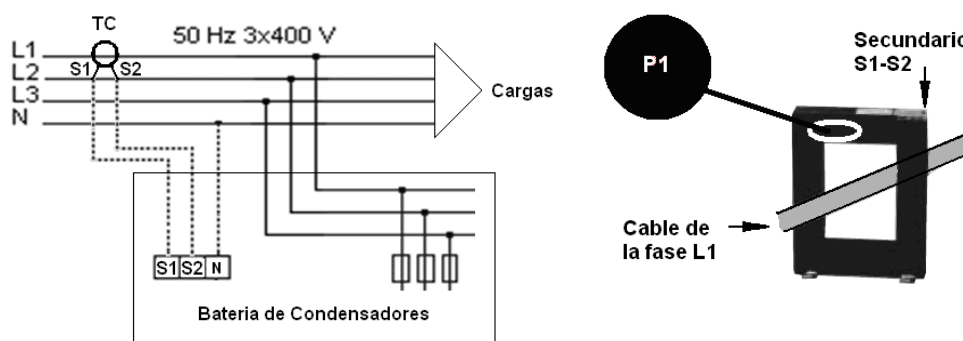

Fig. 5-3 .- Colocação do transformador de corrente (TC) (externo)
5.3.5 Ligação do transformador de corrente (TC)
<p>É necessário colocar um transformador de corrente (TC) exterior à bateria, medindo a corrente total de carga mais bateria (ver Fig. 5-3).</p> <p>O transformador padrão possui saída nominal de 5A no secundário. É aconselhável ligar o TC à fase L1 com o sentido da corrente de P1 para P2 (ver Fig. 5-3) e ligar o secundário (bornes S1, S2) aos bornes do mesmo nome da bateria (ver Fig. 5-3). Evitar passagem de corrente pelo primário do TC antes da ligação aos bornes S1 e S2 da bateria. O TC deve ser instalado com a instalação em carga, realizando o curto-circuito de S1 e S2 enquanto não for ligado à bateria.</p>